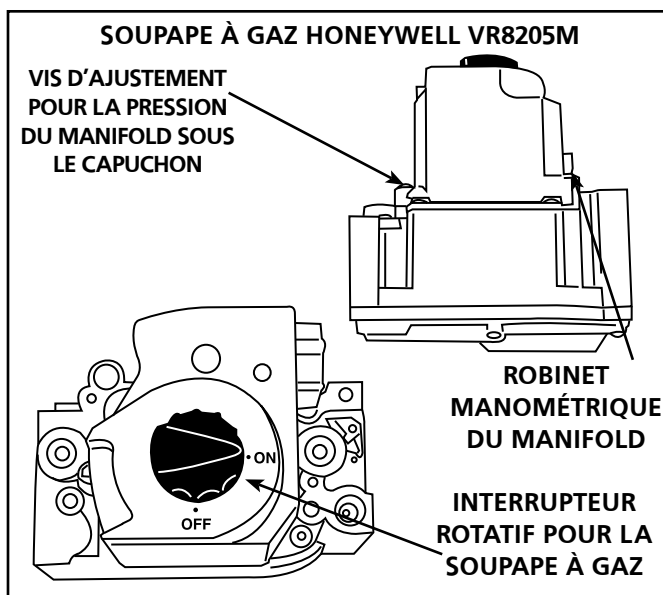

FIGURE 10
FONCTIONNEMENT DE LA SOUPAPE À GAZ POUR LA SOUPAPE DE LA SÉRIE VR8205M DE HONEYWELL (FIGURE 10)
- Il y a un bouton interrupteur rotatif noir qui peut être bougé entre la position on (activé) et off (fermé). Tournez le bouton interrupteur à la position off (fermé) (voir Figure 10).
- Une fois que vous avez vérifié et réglé la pression de canalisation vérifiez la pression d'admission. La pression d'admission exacte est indiquée sur la plaque signalétique de l'appareil. Voir **figure 10** pour l'emplacement de la vis de réglage de la pression du gaz. Un ensemble de conversion du gaz naturel au gaz propane liquéfié est nécessaire pour la conversion de l'appareil. Pour connaître la procédure de conversion, consultez les instructions d'installation fournies avec l'ensemble de conversion.